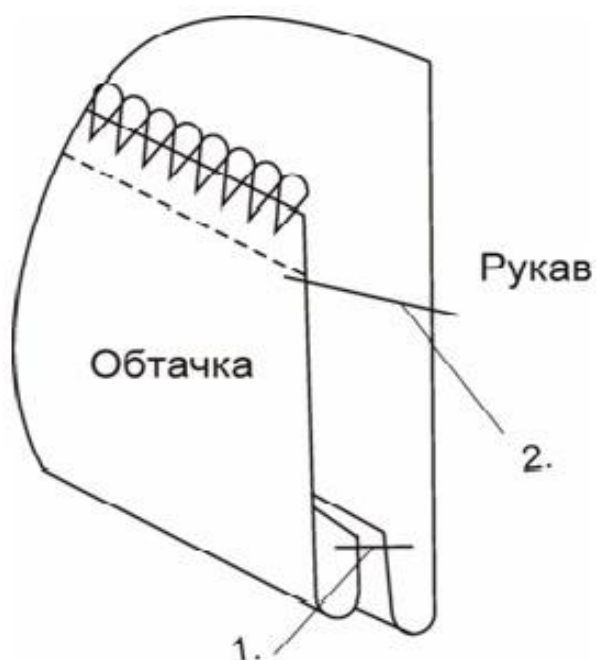

Рисунок 3. Обработка низа рукава обтачкой
4. Обработка низа рукава. Сложить лицевыми сторонами внутрь рукав и манжет рукава (деталь 17). Необходимо совместить надсечки на короткой стороне манжета и локтевом срезе рукава. Обтачать нижний срез рукава на оверлоке или эластичной строчкой. Выметать вручную обтачанный край. Внутренний срез манжеты обметать или подогнуть на 1 см. Заметать обработанный край, затем настрочить на рукав (Рисунок 3).
6. Обработка низа изделия. Стачать боковые стороны обтачек низа. Заутюжить. Внутренний срез обтачек обметать. Приложить к нижним срезам спинки и полочки, совмещая надсечки, и уравнивая срезы. Обтачать низ изделия. Выметать сметочными стежками обработанный край. Наметать внутренний срез обтачек. Затем с лицевой стороны настрочить обтачку отделочной строчкой (Рисунок 3).